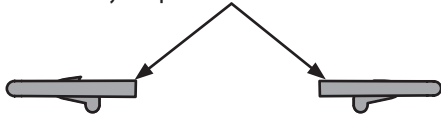

Fig. 19
1. El operador debe estar sentado en el asiento del tractor con las palancas de control de la transmisión de barras de seguridad completamente hacia afuera en la posición de estacionamiento (Fig. 19). Consulte la sección Practique el modo de operación con el tractor (uso inicial) para obtener más instrucciones.